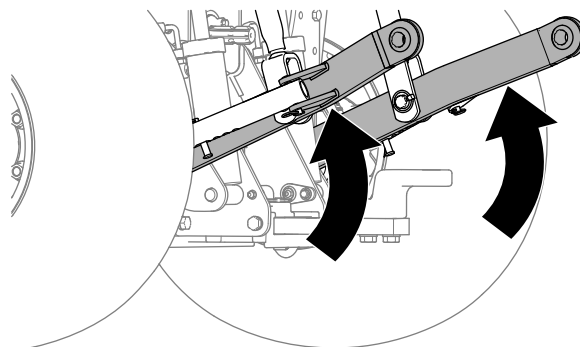

Figure 11
4. Levez complètement les bras d'attelage inférieurs de l'attelage 3 points (Figure 11).